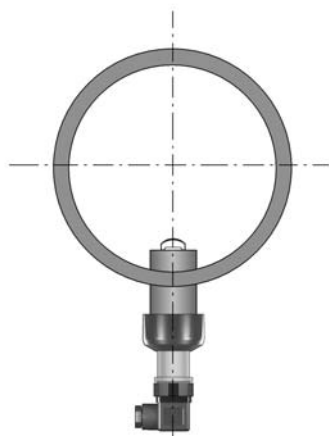

Fig. 1
- Fig. 1: installazione in assenza di sedimenti